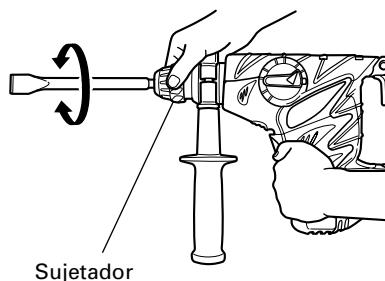

Fig. 10
- (1) Monte el puntero o el cincel.
- (2) Presione el botón de empuje y coloque la palanquita selectora en la marca **⊙**. Cuando cese el giro, gire la empuñadura y ajuste el cincel en la posición deseada. (Fig. 10)